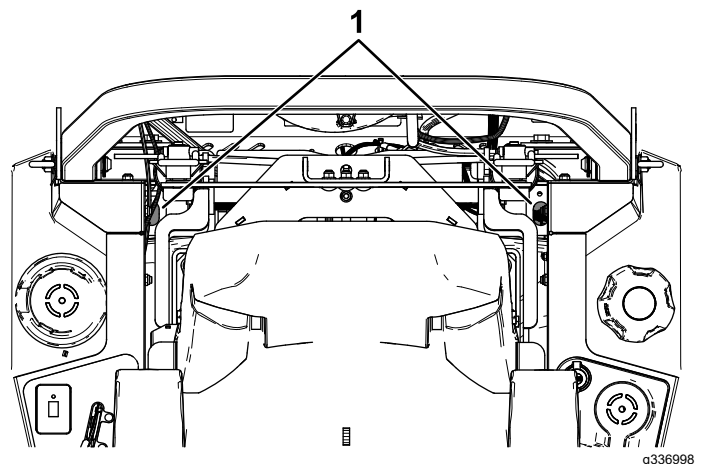

Bild 71
4. Verwenden Sie eine Verlängerung und einen 7/16-Zoll-Steckschlüssel, um die Entlüftungsschraube von der Oberseite der Maschine durch die Löcher in der Nähe der Überrollbügelhalterungen zu erreichen (Bild 71).